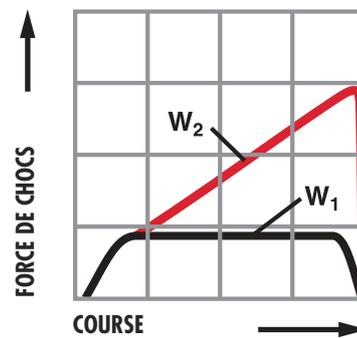

Figure 1
**Masse variable :** L'augmentation de la masse à l'impact (la vitesse, les orifices et le réglage restant inchangés) donne une force de choc plus importante à la fin de la course. La force est ensuite transférée à la structure lors de l'impact (voir figure 1)